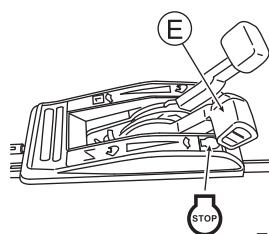

Fig. 20
- 6 Para interromper ou finalizar o trabalho de corte, retorne a alavanca da embreagem de acionamento (B) e a alavanca da lâmina (C) e, a seguir, coloque a alavanca do acelerador (E) em "STOP" para parar o motor. (Veja a fig. 20)